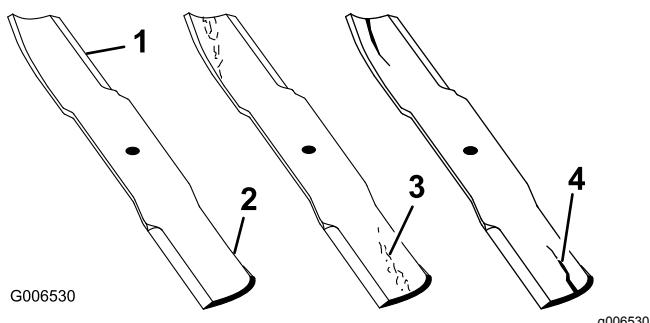

Figura 28
2. Examine cuidadosamente los extremos de corte de la cuchilla, sobre todo en el punto de reunión entre la parte plana y la parte curva de la cuchilla (Figura 28). Puesto que la arena y los materiales abrasivos pueden desgastar el
metal que conecta las partes curva y plana de la cuchilla, compruebe la cuchilla antes de utilizar la máquina. Si se aprecia desgaste (Figura 28), cambie la cuchilla; consulte Cómo retirar e instalar la\(s\) cuchilla\(s\) (página 22).
Si se permite que la cuchilla se desgaste, se formará una hendidura entre la vela y la parte plana de la cuchilla (Figura 28). Con el tiempo, una parte de la cuchilla podría desprenderse y salir lanzada desde debajo de la carcasa, posiblemente causando lesiones graves a usted o a otra persona.